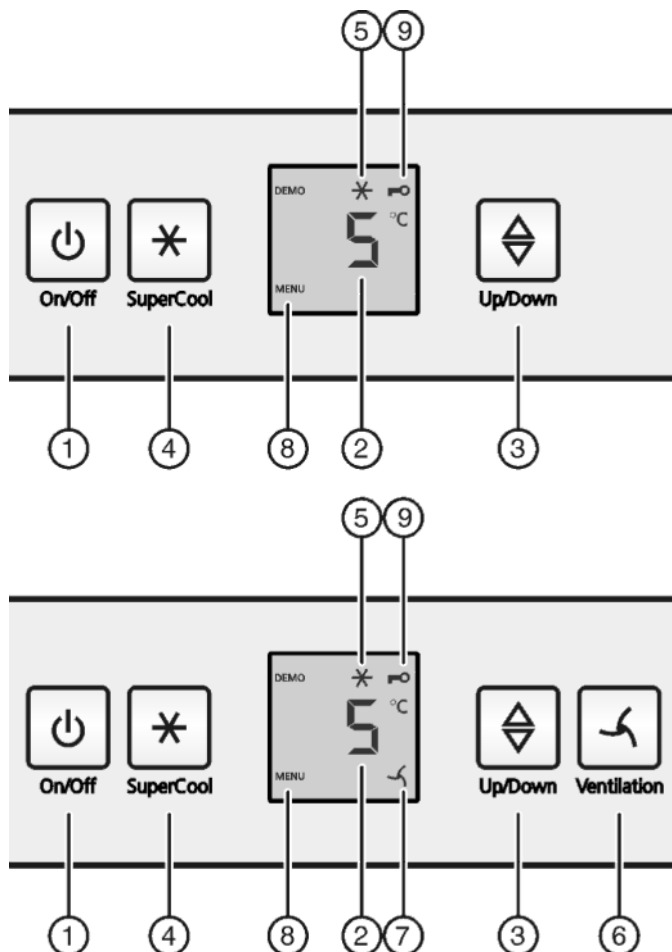

Fig. 2
- ▶ Stiskněte tlačítko On/Off *Fig. 2 (1)*.
- ▶ Stiskněte tlačítko SuperCool *Fig. 2 (4)* asi na 5 sekund.
- ▷ Na displeji se zobrazí Symbol menu *Fig. 2 (8)*.
- ▶ Potvrďte krátce tlačítkem SuperCool *Fig. 2 (4)*.
- ▷ Na displeji svítí Symbol dětské pojistky *Fig. 2 (9)*.
- ▶ Stiskněte krátce tlačítko On/Off *Fig. 2 (1)*.
- ▶ Vyvolání funkce teploty: Stiskněte seřizovací tlačítko *Fig. 2 (3)*.
- ▶ Změna teploty v krocích po 1 °C: Seřizovací tlačítko *Fig. 2 (3)* stiskněte tolikrát, až na ukazateli teploty svítí požadovaná teplota.
- ▶ Krátce stiskněte tlačítko SuperCool *Fig. 2 (4)*.
- ▷ Symbol SuperCool *Fig. 2 (5)* na ukazateli svítí.
- ▷ Symbol SuperCool *Fig. 2 (5)* na ukazateli zhasne.
- ▶ Krátce stiskněte tlačítko Ventilation Fig. 2 (6).
- ▷ Symbol Ventilation Fig. 2 (7) svítí.
- ▷ Symbol Ventilation Fig. 2 (7) zhasne.